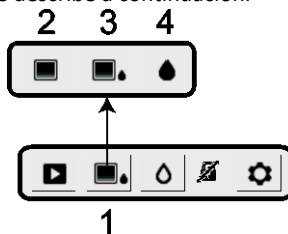

Fig. 5-2 Modo de imagen
Presione el botón Seleccionar para acceder al menú principal y seleccione el icono de modo IMAGEN (1). Consulte la Fig. 5-2. Elija el modo de solo imagen térmica IR (2), el modo IR + humedad IGM (3), o el modo sólo humedad (4). Cada modo se describe a continuación.